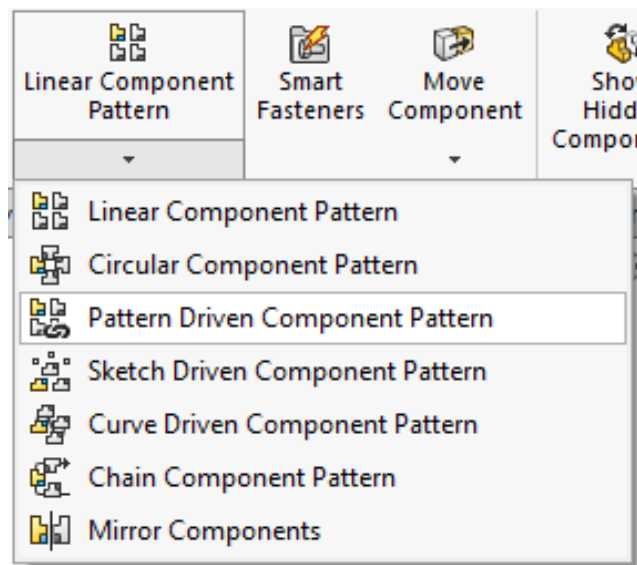

Рисунок 8.56 – Кнопка Pattern Driven Component Pattern
2. Виберіть кнопку **Pattern Driven Component Pattern** у випадаючому меню **Linear Component Pattern** на панелі **Assembly CommandManager** (див. рис. 8.56); відкриється вікно **Pattern Driven PropertyManager**.